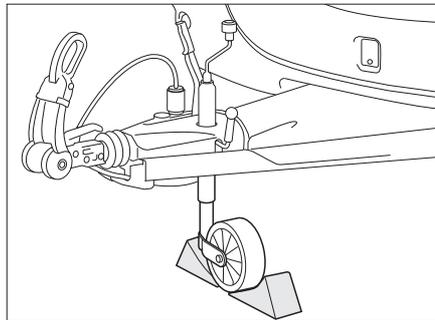

Fig. 159 Bloquer la roue d'appui
- Placer la roue d'appui de manière perpendiculaire au sens de la marche et la bloquer avec des auxiliaires adéquats (Fig. 159).